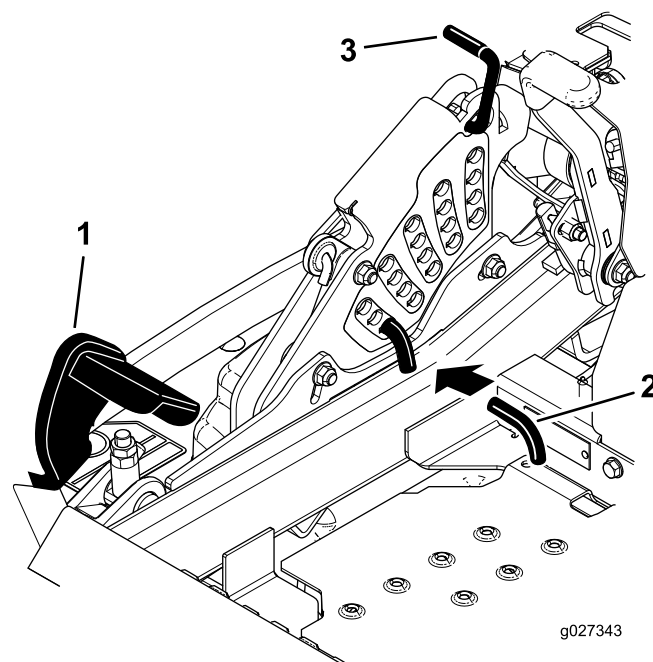

Figure 26
2. Appuyez sur la pédale de relevage du tablier avec le pied et relevez le tablier en position de transport (qui est aussi la position de hauteur de coupe de 140 mm [5-1/2 po]); voir Figure 26.
3. Pour changer de hauteur de coupe, retirez la goupille fendue et l'axe de chape du support de hauteur de coupe (Figure 26).
4. Placez la goupille dans le trou du support correspondant à la hauteur de coupe voulue (Figure 26).